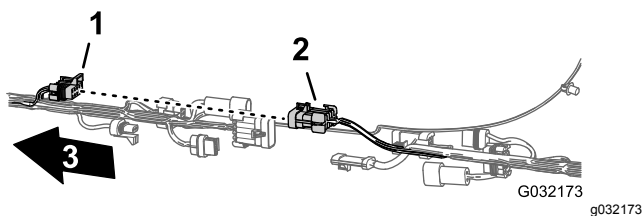
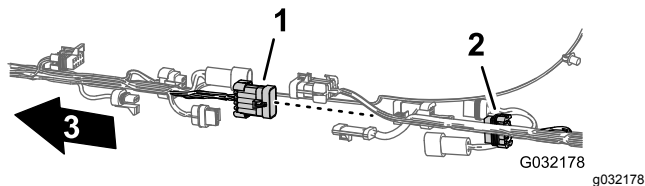

図 15
図 20
2. 図 15 図 20 に示すように、前後のワイヤハーネスを接続している6組のコネクタの接続を外す。